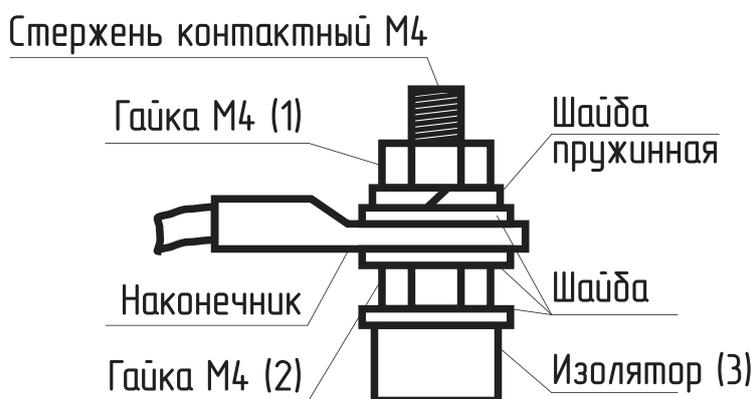

Рис.20 Присоединение проводов к выводам блок ТЭН
- при замене блок ТЭН присоединение фазных проводов к выводам блок ТЭН производить согласно **рис.20**. Сечение кабеля указано в **таблице 7**;